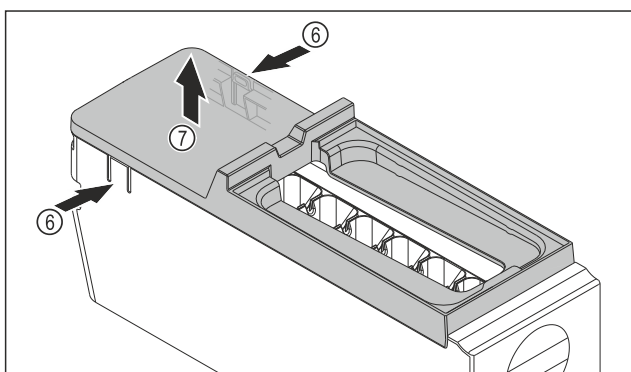

Fig. 146
- ▶ Vyjmutí krytu korpusu EasyTwist-Ice: Lamely Fig. 146 (6) na obou stranách korpusu EasyTwist-Ice stlačte jednou rukou.
- ▶ Kryt Fig. 146 (7) vyjměte druhou rukou nahoru.